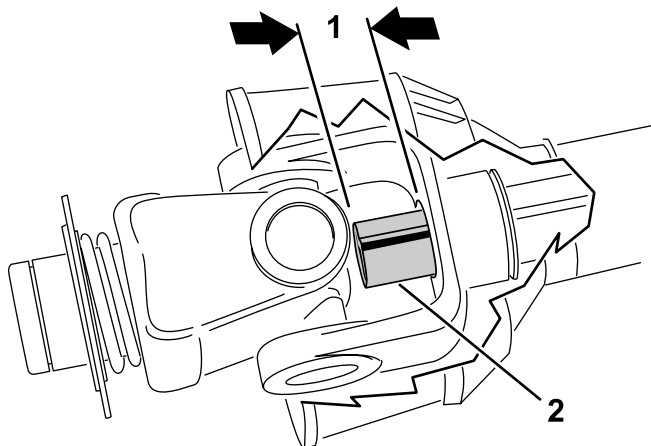

Figura 16
- Fare scorrere completamente i tubi dell'albero della presa di forza l'uno verso l'altro. Verificate che il tubo **interno** non sporga nella sezione trasversale e nel cuscinetto del tubo esterno (**Figura 16**). In tal caso, tagliate **una parte** del tubo interno per rimediare al problema. Proseguite alla fase successiva.
- Misurate la sporgenza del tubo interno nella sezione trasversale e nel cuscinetto del tubo esterno (**Figura 16**). Aggiungete questo valore alla dimensione indicata alla fase 8.